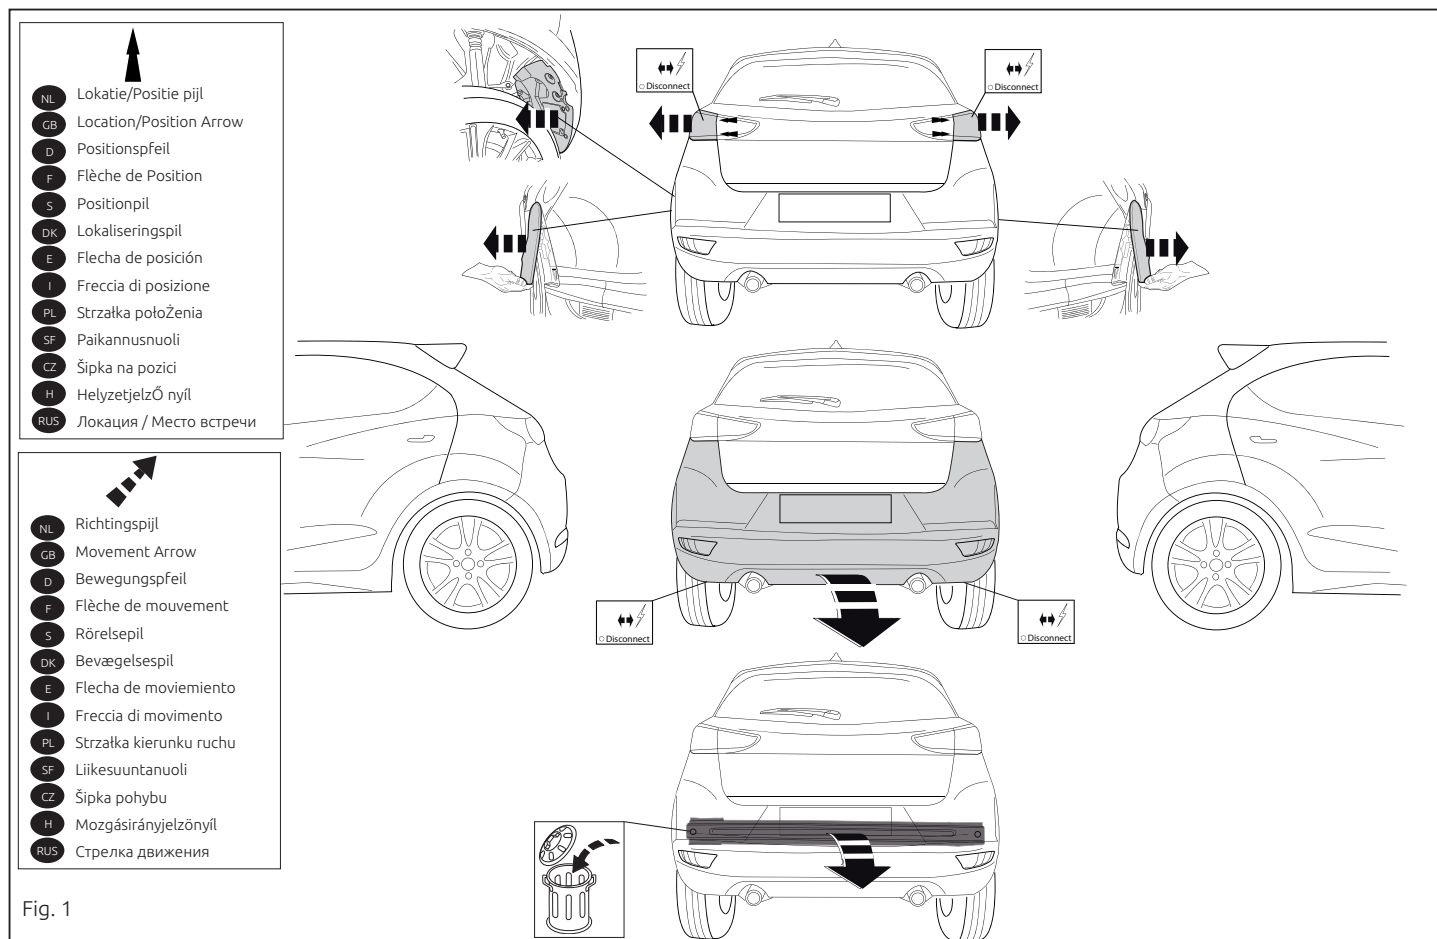

Fig. 1
2. Replace the bolts. See figure 1.
1. Die Rücklichter abmontieren. Die Stoßstange einschließlich des stählernen Stoßbalkens vom Fahrzeug abmontieren. Der Stoßbalken wird nicht mehr benötigt. Die Schrauben wieder anbringen. Siehe Abbildung 1.
1. Démontez les feux arrière. Déposer le pare-chocs du véhicule y compris la traverse en acier ; la traverse ne sera plus utilisée. Remettez les boulons de fixations en place. Voir la figure 1.
1. Demonter baglysenhederne. Demonter kofangeren, inklusive køretøjets stålstødbjælke. Stålstødbjælken skal ikke længere anvendes. Sæt boltene på plads igen. Se fig. 1.
1. Снять оба блока задних фар. Снять бампер вместе со стальным буферным брусом автомобиля. Буферный брус больше не понадобится. Поставить болты на место. См. рисунок 1.